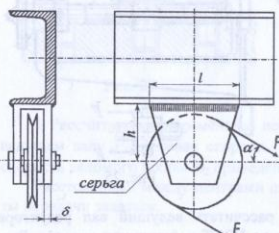

Рис. 26
1. Рассчитать сварное соединение, состоящее из серги, блоков и швеллера (рис. 26) по данным табл. 26. h – расчётная высота серги, δ – толщина стенки. Материал электрода и метод сварки выбрать самостоятельно.